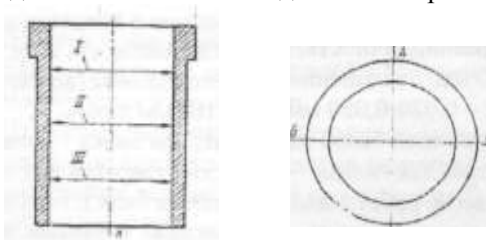

Рис. 1. Схема обмера отверстия под поршень в гильзе цилиндра
-Замерить по схеме обмера (Рис.1) отверстие под поршень гильзы цилиндра и определить величины износа